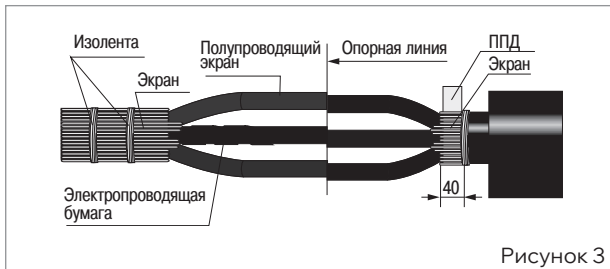

Рисунок 3
■ Размотать электропроводящую бумагу с жил кабеля до места отгиба проволоки экрана и обрезать ее, не повреждая полупроводящего экрана (рис. 3). Обрезать жилы обоих концов соединяемого кабеля по опорной линии.